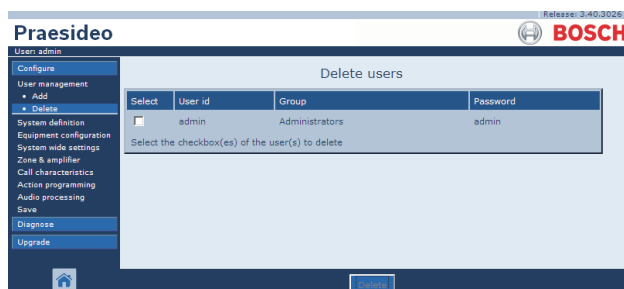

figura 42.7: Cancellazione utente, passaggio 3
- 3 Fare clic sul pulsante *Delete* per cancellare l'account. Nella cornice principale dell'interfaccia web, appare una schermata simile a quella in figura 42.7. Questa schermata non contiene più l'account cancellato.